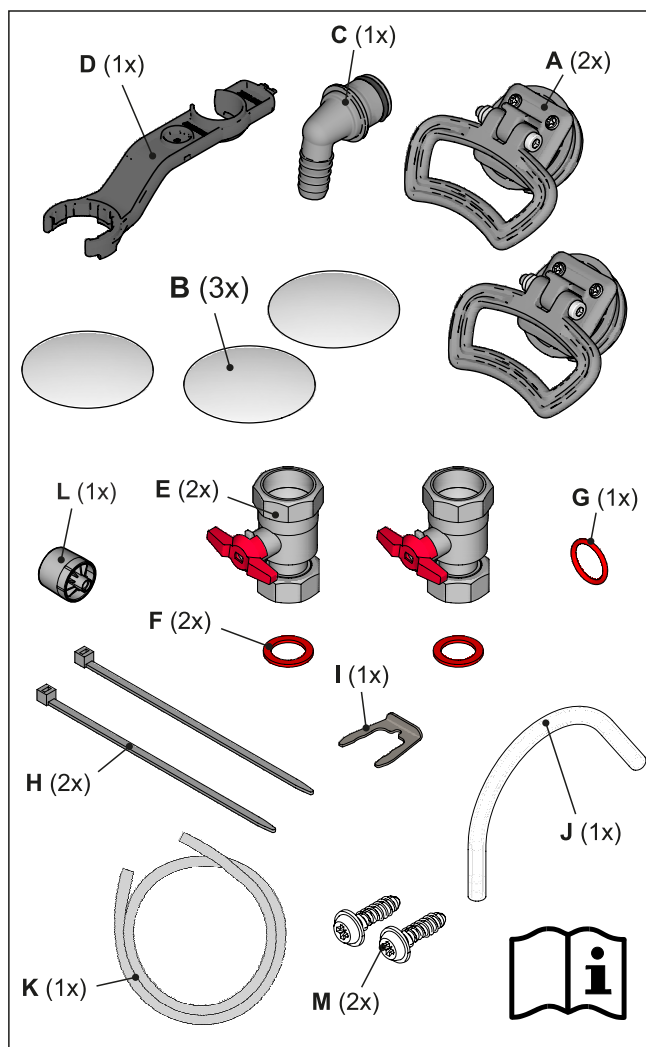

Fig. 3-5 Contenu du sac d'accessoires
- Sachet d'accessoires (voir Fig. 3-5),